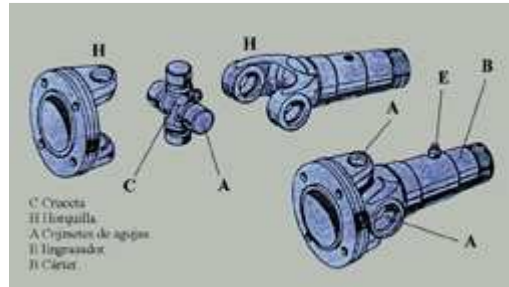

Fig. 51
Están formadas (fig. 51) por una cruceta (C), en cuyos brazos van articulados los extremos de una horquilla (H) en que terminan los dos extremos del eje que enlazan, de forma que los ejes sobre los que girarán las horquillas son los brazos de la cruceta (C).
Estas juntas van encerradas en un cárter (B) (fig. 51) con grasa consistente por medio del engrasador (E), con el fin de que siempre estén debidamente engrasadas, principalmente los cojinetes de agujas (A).